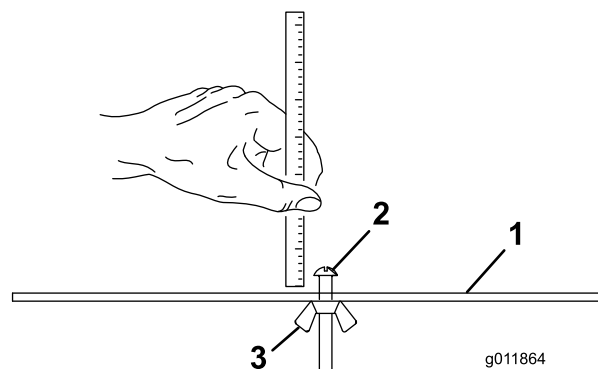

図 18
2. ゲージバー (図 18) のナットをゆるめ、調整ネジを希望の刈り高に合わせる。ネジ頭の下からバーの表面までの距離が刈り高となる。